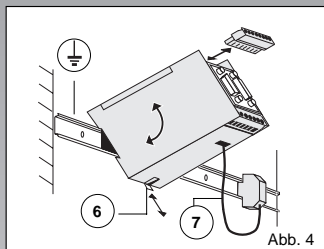

Abb. 4
- ③ • 15poliger SUB-D(Stift)- oder
- ④ • 8poliger COMBICON-Steckverbinder
⑤ Spannungsversorgung des Moduls:
2.2. Montage im Schaltschrank (Abb. 4)
2.3. Erdanschluß (Abb. 4/5)